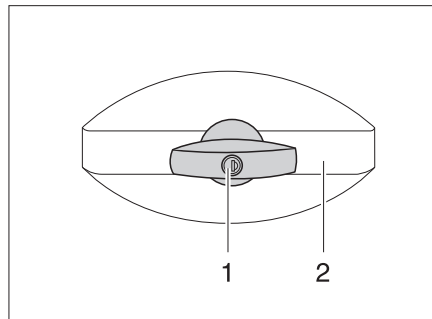

Bild 28 Lucklås, ellipsformat, låst
- Stick in nyckeln i låscylindern (Bild 28,1) och vrid ett kvarts varv moturs. Låshandtaget (Bild 28,2) hakar loss.